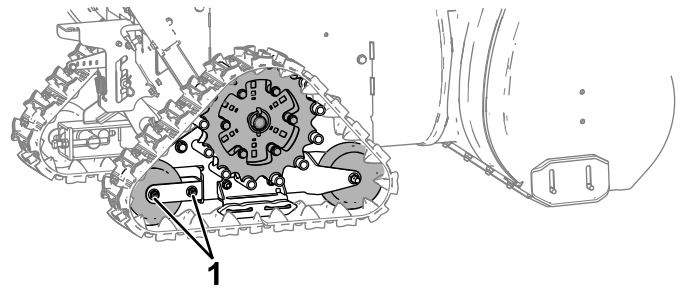

Figura 26
- A. Afloje ligeramente las tuercas de la horquilla del rodillo trasero (Figura 26).